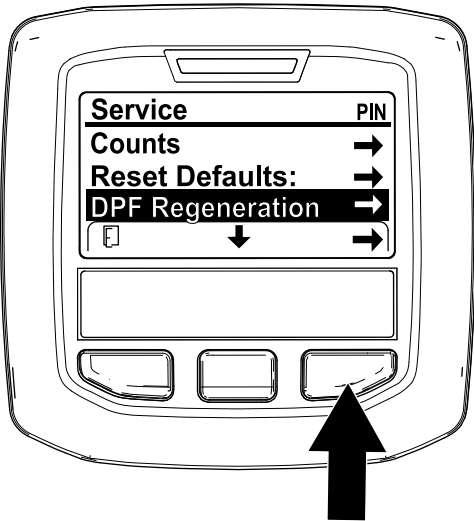

Рисунок 40
1. Перейдите к меню Service (Техобслуживание), нажмите среднюю кнопку для прокрутки вниз к опции DPF REGENERATION (РЕГЕНЕРАЦИЯ DPF) (Рисунок 40).
2. Нажмите правую кнопку для выбора позиции DPF Regeneration (Регенерация DPF) (Рисунок 40).